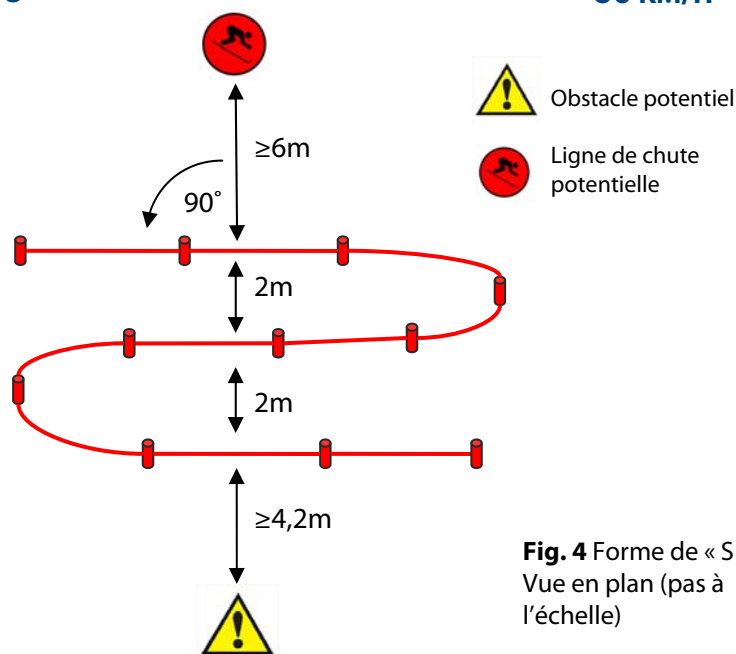

Fig. 4 Forme de « S »
Étape 3 : Disposer le filet de façon à obtenir un « S », tel que présenté à la figure 4.